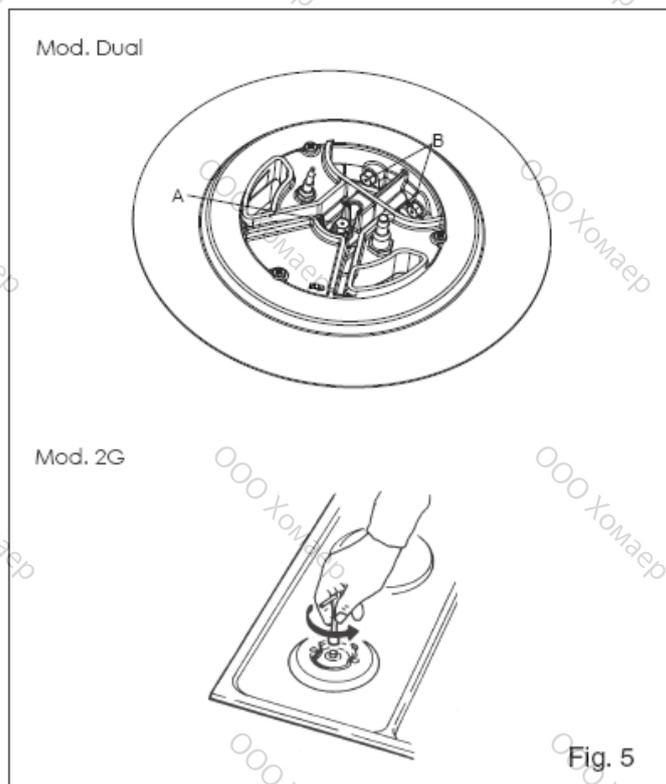

Fig. 5
Адаптация к различным типам газа (Рис. 5)
- Замените форсунку (Рис. 5) на форсунку, соответствующую используемому типу газа (см. таблицу «Технические характеристики»).